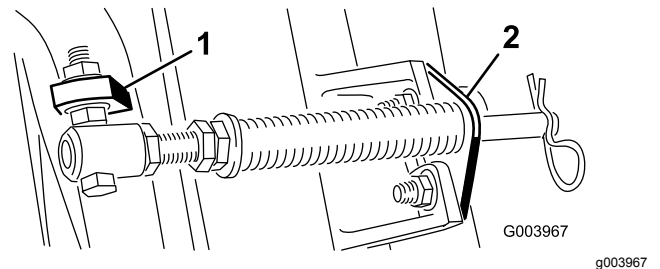

Figura 5
**Nota:** Coloque la cabeza del perno en el exterior de la pestaña, según se muestra en Figura 5.
- D. Monte el soporte de la varilla en las pestañas de la unidad de corte con los pernos de cuello cuadrado y las tuercas (Figura 5).